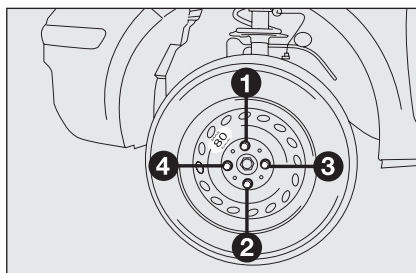

рис. 6
- С помощью прилагаемого гаечного ключа полностью затяните болты в крестообразном порядке, как показано на **рис. 6**;